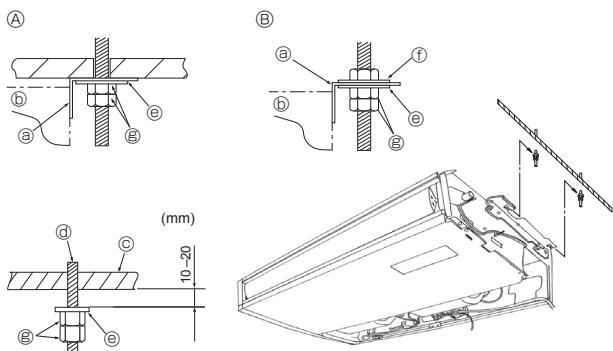

Fig. 3-5
② Gewaltsames Öffnen des Ansauggitters oder Öffnen über einen Winkel von mehr als 120° kann zur Beschädigung des Scharniers führen.
3.3. Aufstellen der Innenanlage (Fig. 3-5)